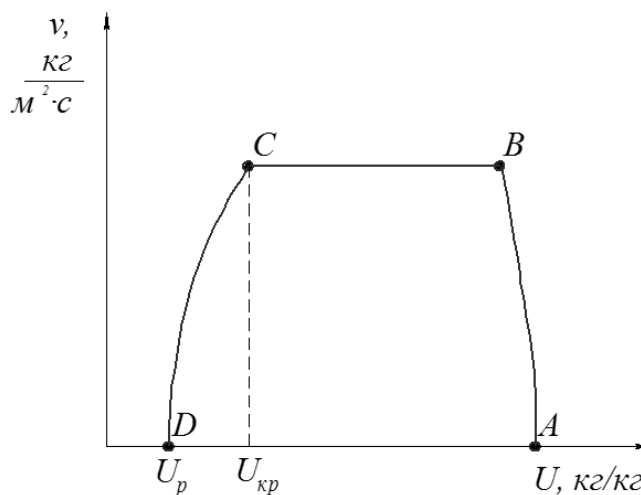

Рис. 5. Кривая скорости сушки
6. По значениям скоростей сушки в точках B, C и значениям начальной и конечной влажностей строят кривую скорости сушки (см. рис. 5).